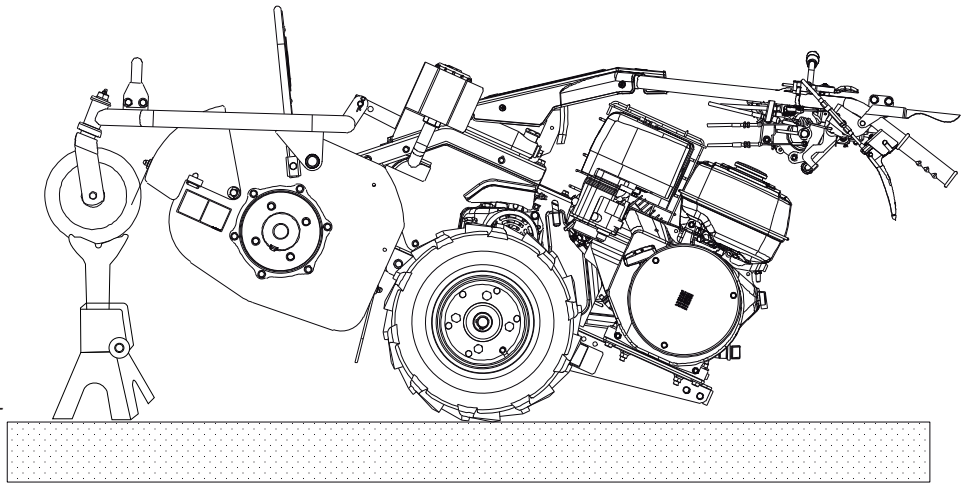

Bild 10
- Stoppen Sie den Motor und bringen Sie die Maschine in die Position wie auf dem Bild 10 abgebildet. Die Luft entweicht so aus dem HST System in den Ausgleichsbehälter.